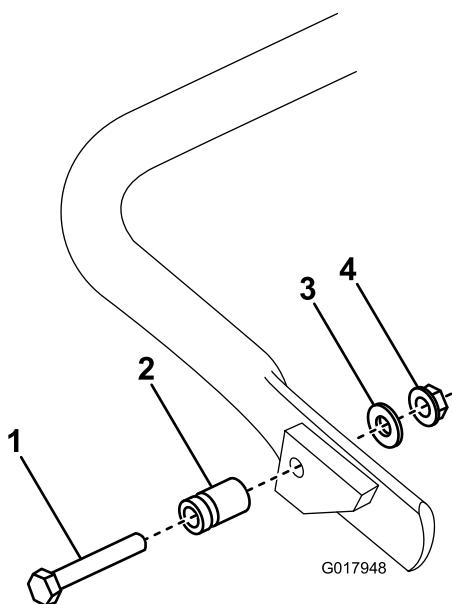

図5
- キックスタンドの右側に図 5、スプリングス タッドを接続する付属部品の中にあるボルト、ワッシャ、フランジヘッドナットを使用する。